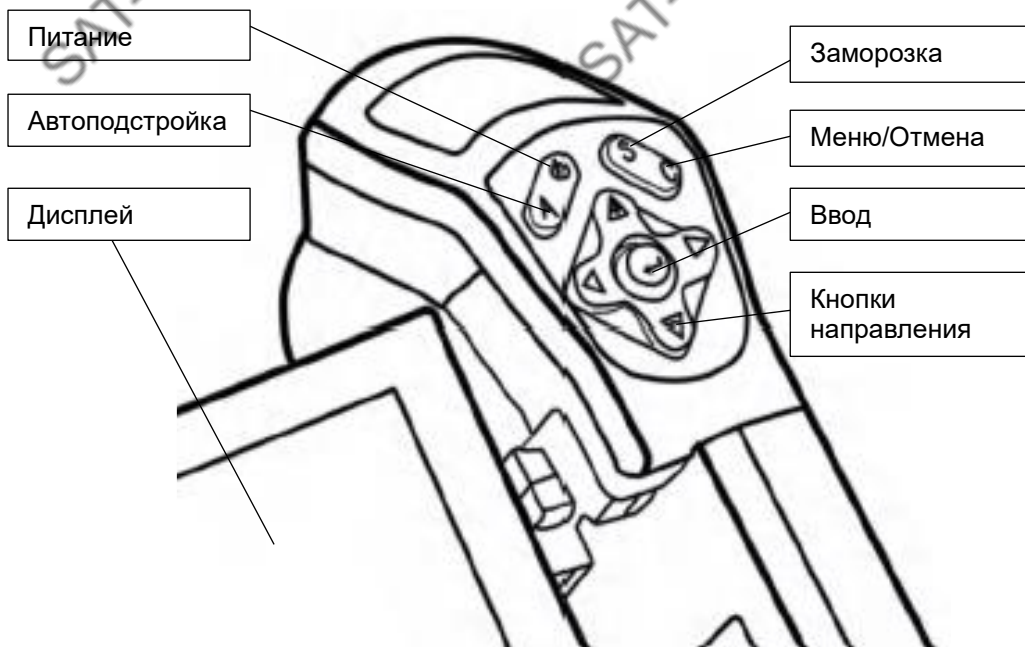

Рис. 2
6.1 Органы управления тепловизором расположены на его задней панели (см. Рис. 2).
6.3.1. Режимы изображения. После нажатия на кнопку Меню/Отмена (см. Рис. 2) проведите пальцем влево или вправо, чтобы переключить режим изображения: